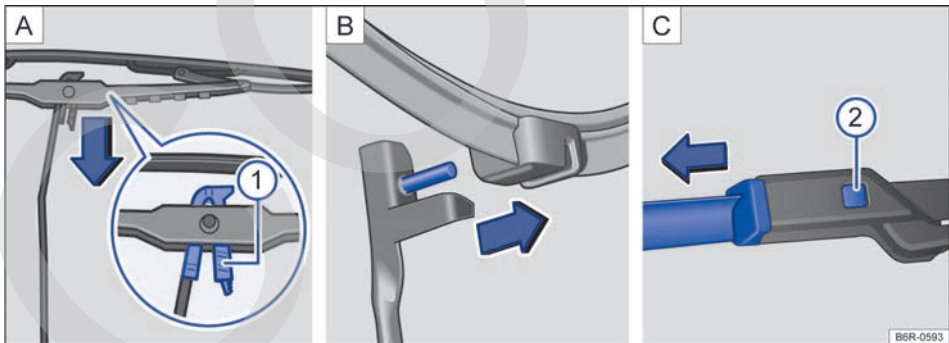

Fig. 145 Cambiar las escobillas limpiacristales: variantes **A**, **B** y **C**.
- Presione la tecla de desbloqueo → fig. 145 ① [A] y extraiga al mismo tiempo la escobilla en el sentido de la flecha → fig. 145 [A].
- Desenganche la escobilla y retírela en el sentido contrario al de la flecha → fig. 145 [A].
- Inserte un poco una escobilla nueva de la **misma longitud y tipo** en el brazo del limpiacristales, en el sentido de la flecha → fig. 145 [A], y engánchela en el brazo.
- Tire de la escobilla en el sentido contrario al de la flecha → fig. 145 [A] hasta que encastre.
- Coloque la escobilla en ángulo recto respecto al brazo de la misma y extráigala en el sentido de la flecha → fig. 145 [B].
- Mantenga presionada la tecla de desbloqueo → fig. 145 ① [C] y al mismo tiempo extraiga la escobilla en el sentido de la flecha.